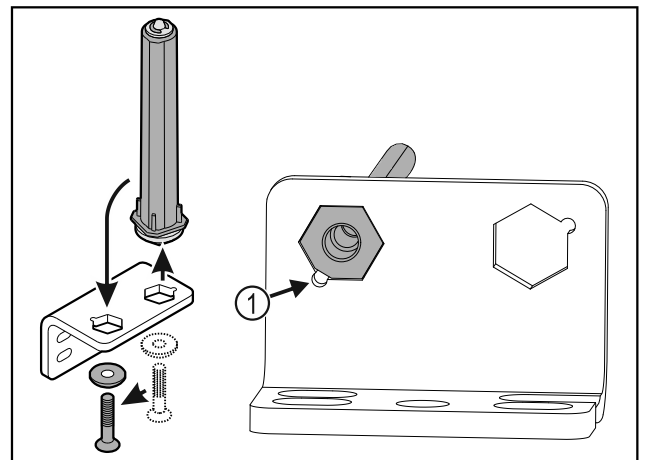

Fig. 37
- Let erop dat bij het plaatsen de boutafschuining Fig. 37 (1) naar het ronde gat wijst.